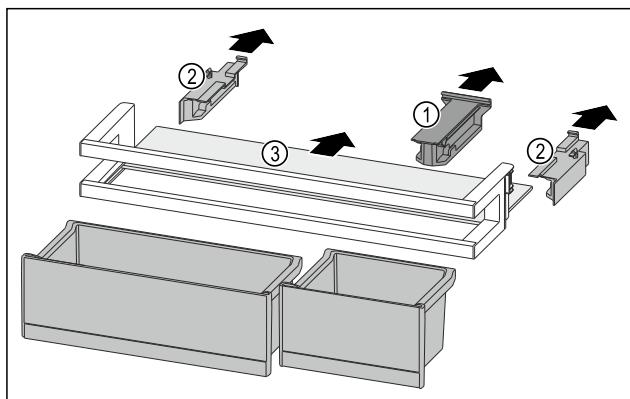

Fig. 90
- ▶ Halte- teil Fig. 90 (1) abziehen.
- ▶ Seitenteile Fig. 90 (2) abziehen.
- ▶ Abstellfläche Fig. 90 (3) entnehmen.